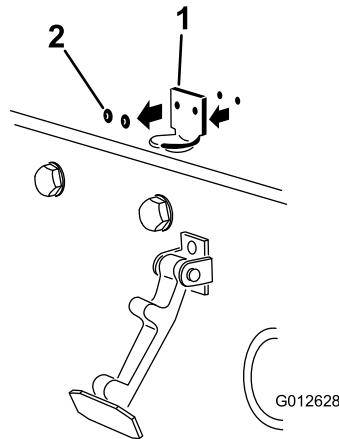

Figura 15
2. Rimuovete i 2 rivetti che fissano la staffa del fermo del cofano al cofano (Figura 15) e rimuovete la staffa del fermo del cofano dal cofano stesso.